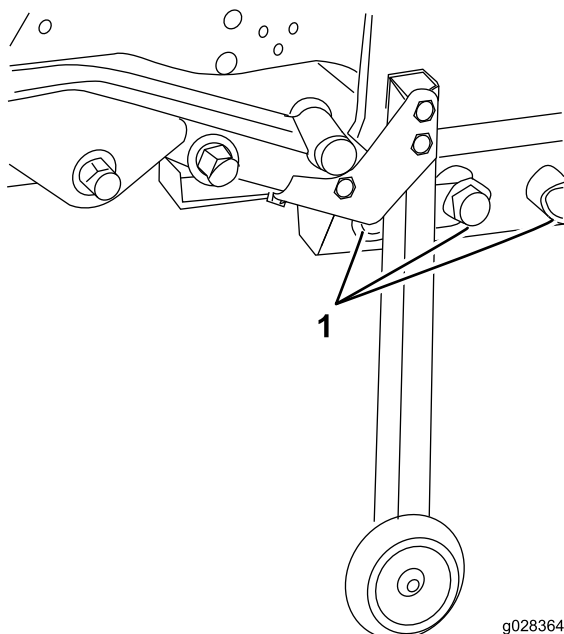
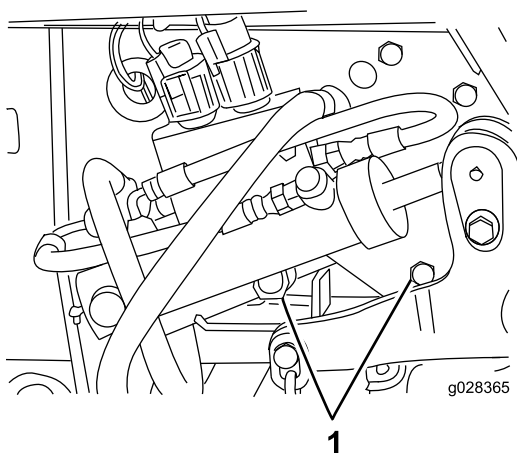

Figura 38
Figura 39
15. Facendo attenzione, rimuovete i bulloni (3/4 poll.), le rondelle e i dadi che fissano il telaio del piatto al telaio posteriore (3 sul lato sinistro e 2 sul lato destro) (Figura 38 e Figura 39).